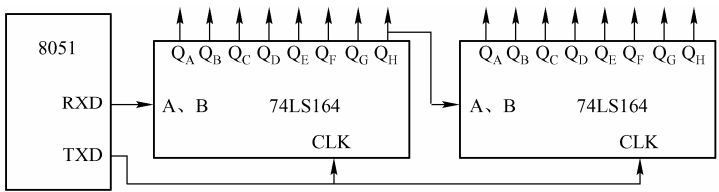

图 4.15 利用串行口扩展并行输出口
**解:** 如图 4.15 所示是利用两片 74LS164 扩展 2 个 8 位并行输出口的电路。